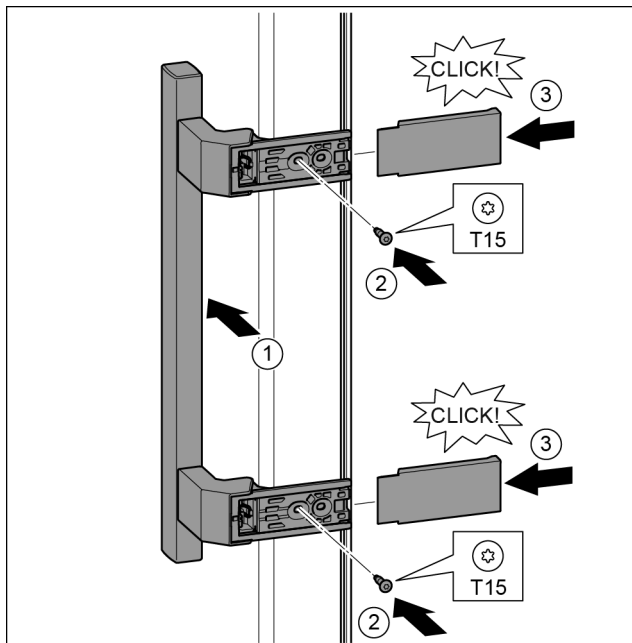

Fig. 16
- ▶ Držadlo nasadíte na opačnú stranu. Fig. 16 (1)
- ▶ Skrutkovačom T15 pevne zaskrutkujte skrutky. Fig. 16 (2)
- ▶ Kryt nasadíte a nasuňte z boku. Fig. 16 (3)